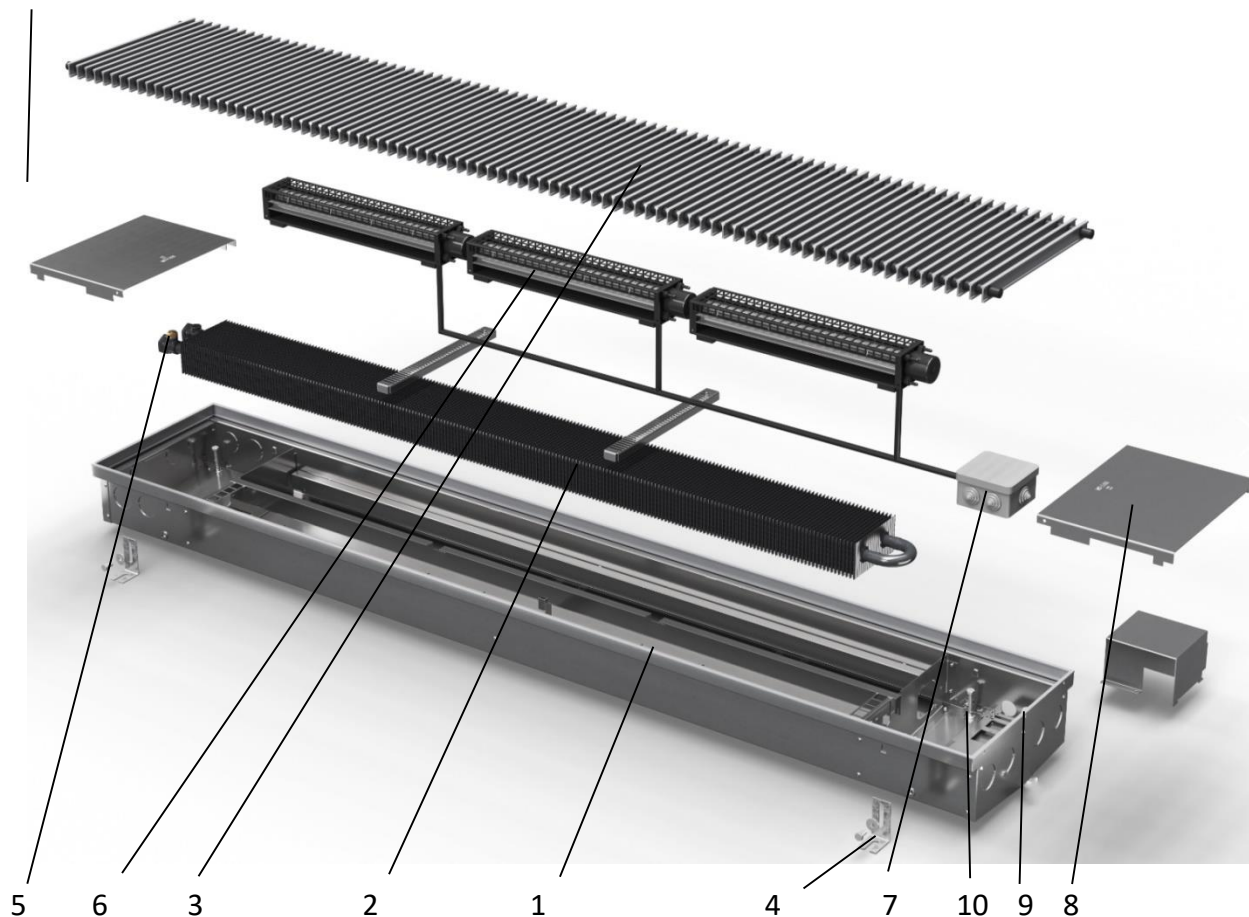

Рис.1
- 4.1. Каждая секция конвектора имеет следующие основные части (см. рис.1):